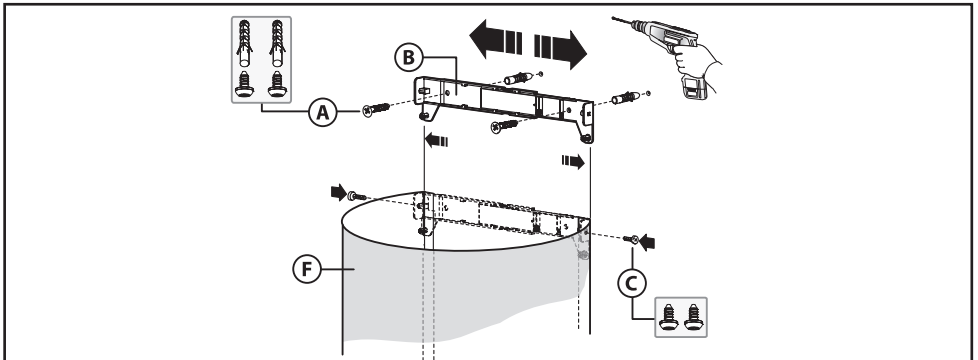

Fig.4
- Regolare la larghezza della staffa di supporto del camino decorativo superiore (Fig.4). Successivamente fissarla al muro in modo che sia in asse con la vostra cappa tramite le viti **A** (Fig.4) e rispettando la distanza dal soffitto indicata in (Fig.2B). Collegare il tubo flessibile (non in dotazione) alla flangia **D** (Fig.1B).
- Sfilare il camino decorativo superiore **F** fino alla staffa e fissarlo tramite le viti **C** (Fig.4).